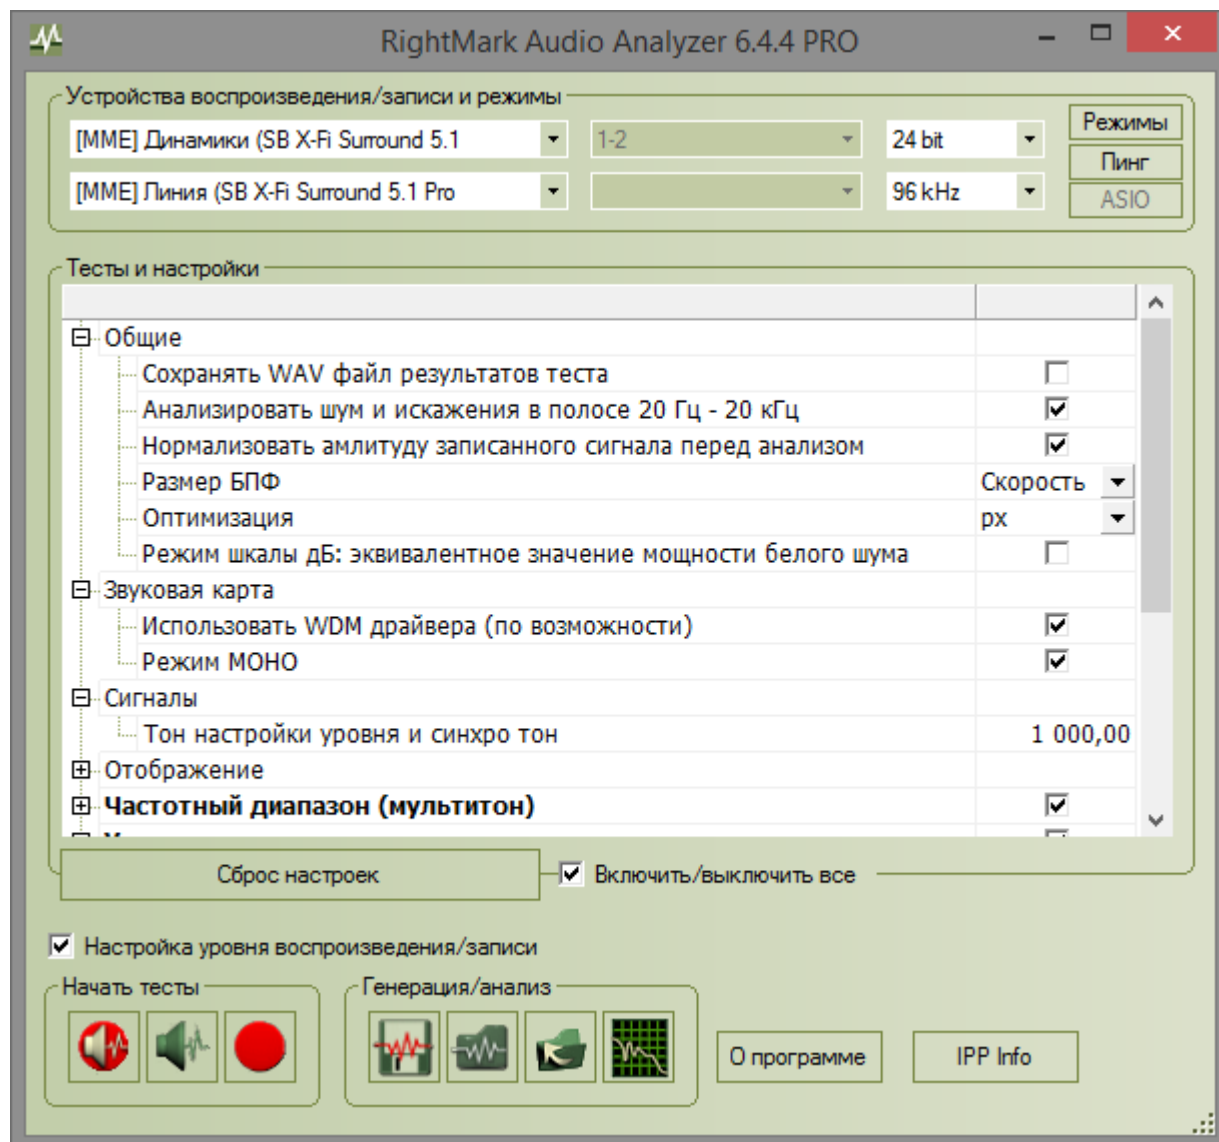

Рисунок 10 – Настройка программы RMAA
11.2.3 Запустить программу RMAA и открыть главное окно (рисунок 10). Выбрать «Устройства воспроизведения/записи и режимы» в соответствии с звуковой картой стенда: